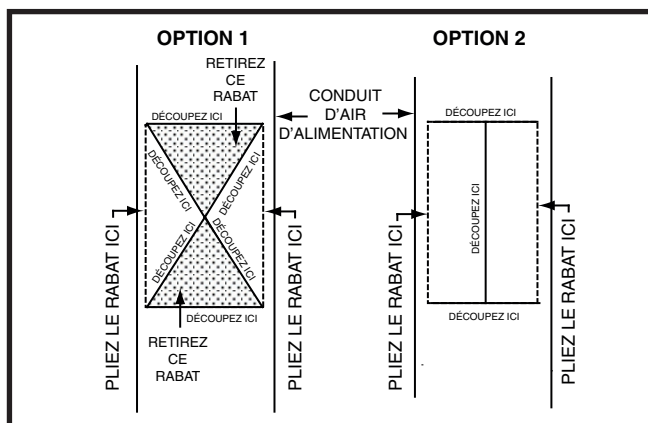

Figure 7. Ouvertures étroites de conduit d'air
- Tracez et découpez le haut du conduit d'alimentation en air tel qu'indiqué dans l'Option 1 ou l'Option 2 (Figure 7). Si l'Option 1 est sélectionnée, découpez le métal dans la zone ombragée.